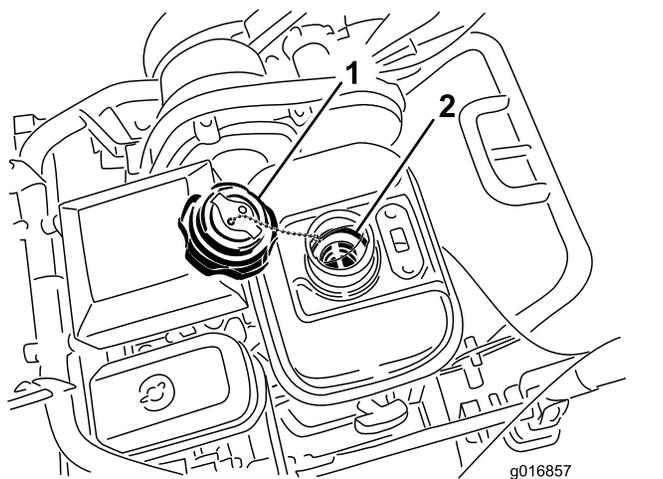

Figura 41
3. Desaperte e retire o recipiente do combustível do depósito do combustível (Figura 41).